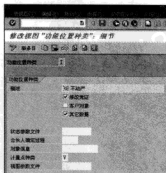

图 10-79 “功能位置种类”细节信息
STEP 2 双击选定项目或者单击“”按钮，可以查看、修改“功能位置种类”，如图 10-79 所示。